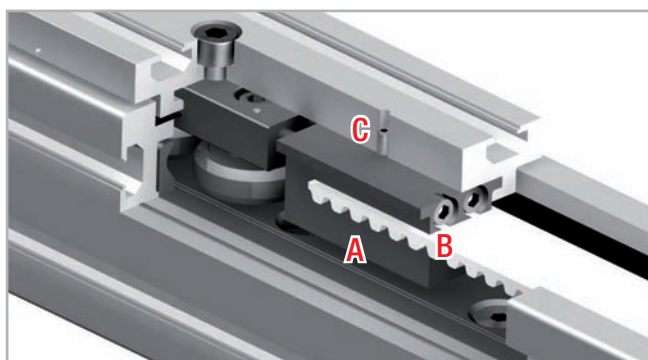

Fig. 73
1. Allentare le viti di sicurezza C (in alto sul cursore) dell'unità di tensionamento della cinghia A (vedi fig. 73).